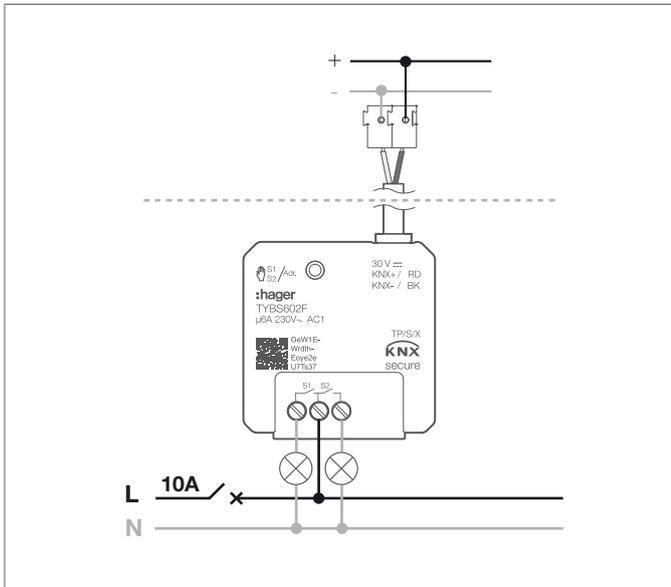
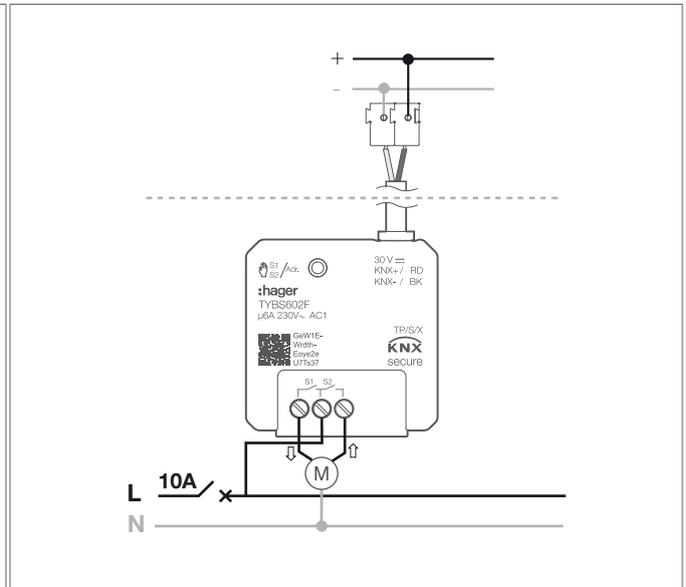

Fig. 3: Schema di collegamento dell'utenza lampada TYBS602F
Fig. 4: Schema di collegamento dell'utenza motore TYBS602F
- Collegare il dispositivo secondo lo schema di collegamento ((Fig. 3: Schema di collegamento dell'utenza lampada TYBS602F) o (Fig. 4: Schema di collegamento dell'utenza motore TYBS602F)).